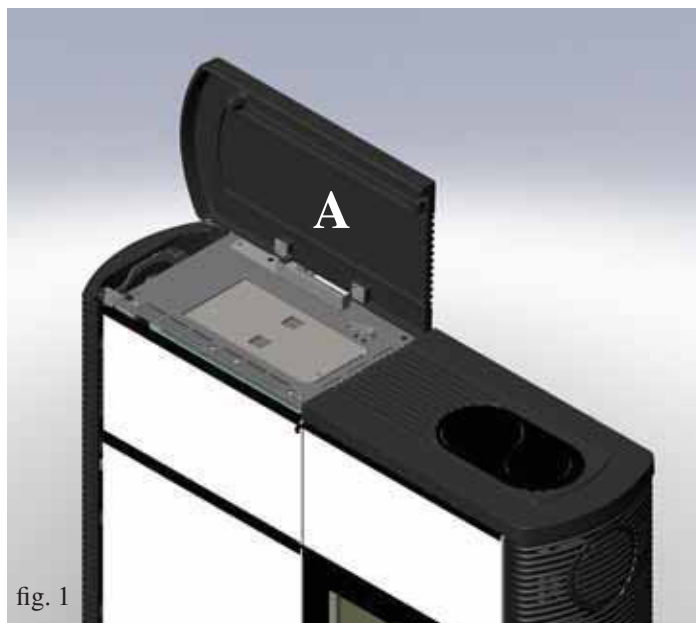
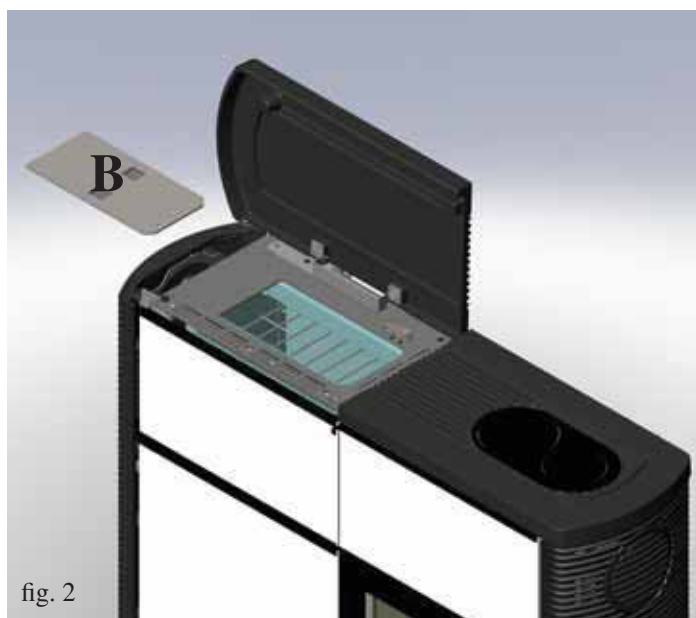

fig. 1
fig. 2
- Étendre le tuyau en aluminium (2 -fig.1) pour la canalisation de l'air chaud, sans le brancher au raccord du poêle.
- Mettre le conduit en aluminium sur le raccord de sortie d'air chaud (A).
- Installer la goulotte terminale (3) et le tuyau en aluminium correspondant (2).
Pour accéder au réservoir, ouvrir le semi-top en fonte gauche (A - fig.1) et retirer le couvercle situé en-dessous (B-fig.2).